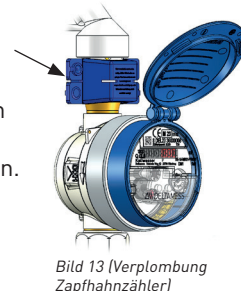

Bild 13 (Verplombung Zapfhahnzähler)
- Verschließen Sie die Zählerverschraubung mit der blauen Plombierschelle (Bild 13). Optional können Sie bei einem Rohrbelüfter eine Drahtplombe verwenden.